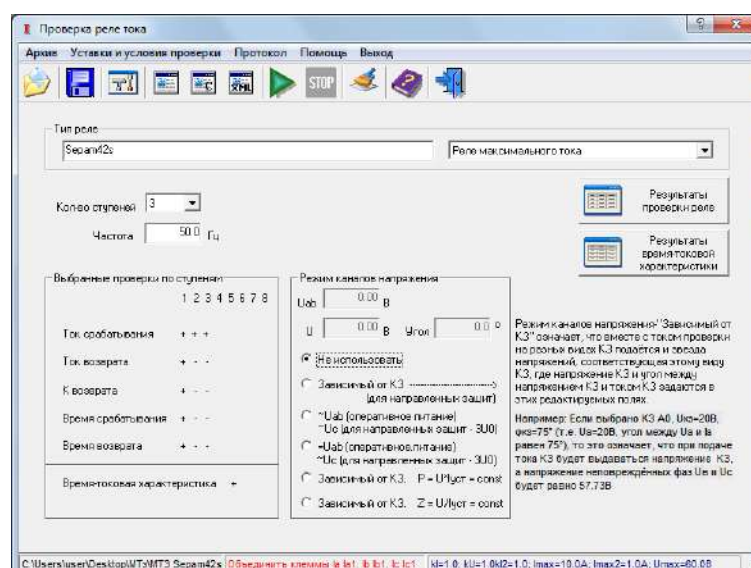

Рисунок 2.13 – Окно «Проверка реле тока»
15. Провести проверку реле в автоматическом режиме, для этого необходимо выбрать ярлык «Проверка реле тока» (рис. 2.13) в окне программы «PETOM61.exe».